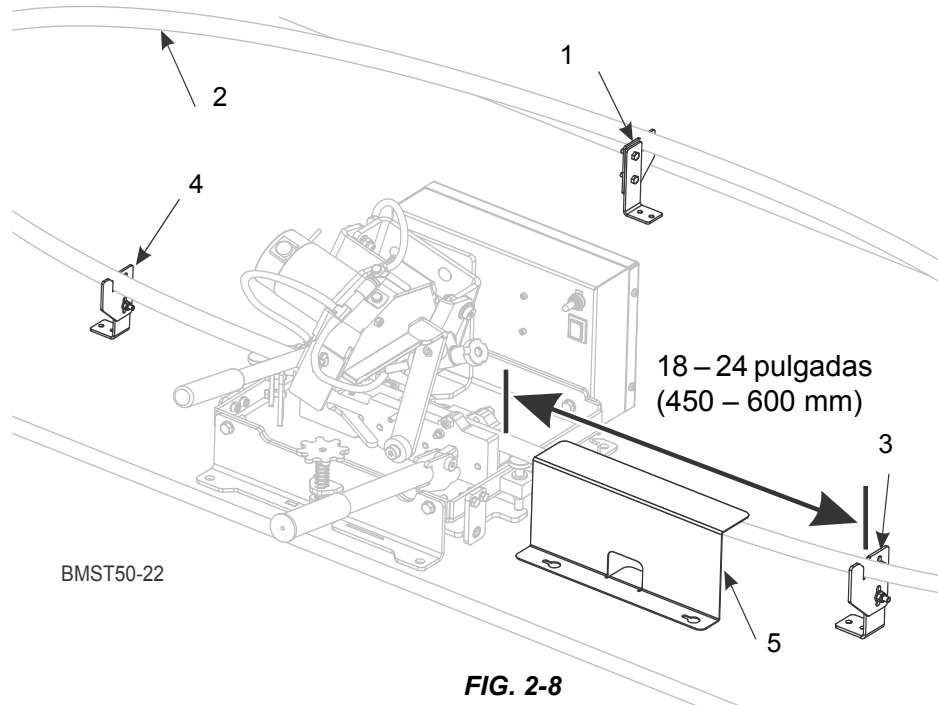
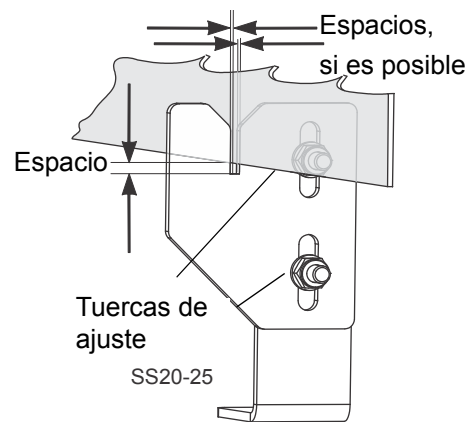

FIG. 2-8
FIG. 2-9 SOPORTES
Coloque el primer guiasierra sobre la mesa en línea con la parte posterior del afilador. Colóquelo junto al borde exterior de la mesa. Oriente la ranura de manera que la sierra se deslice paralelamente al afilador. Vea el paso 1 en fig. 2-8. Fije el guiasierra a la mesa con tornillos.
Instale una sierra el afilador y en el guiasierra posterior de manera que la sierra tome una forma oval. Vea el paso 2 en fig. 2-8. Ajuste la altura del guiasierra posterior de forma que la parte inferior de la sierra quede aproximadamente al mismo nivel que el extremo inferior de la sierra en el afilador.
Coloque un segundo guiasierra en la parte derecha de la unidad base, a aproximadamente 18 – 24 pulgadas (450 – 600 mm) **de la curvatura de la sierra**. Oriente la ranura de manera que la sierra se deslice con la mínima presión hacia los lados. Ajuste la altura de la ranura del guiasierra de forma que la sierra no toque la parte inferior de la sierra ranura. Vea la fig. 2-9 Soportes laterales. Fije el guiasierra a la mesa con tornillos. Vea el paso 3 en fig. 2-8.
Repita el procedimiento en el lado izquierdo. Vea el paso 4 en fig. 2-8.
Instale el protector de la sierra en la mesa, a la derecha de la unidad base. El protector de la sierra ayuda a evitar que el operador toque accidentalmente los dientes de la sierra durante el funcionamiento. Asegúrese de que esté colocado lo suficientemente separado de la sierra como para que no la toque en ningún momento. Vea el paso 5 en fig. 2-8. Fije el guiasierra a la mesa con tornillos.
Con (2) llaves inglesas de 10 mm, ajuste la altura de los dos guiasierros laterales de manera que la sierra no toque la parte inferior de la ranura del guiasierra, dejando un espacio de aproximadamente 3/8 de pulgada (10 mm) bajo la parte inferior de la sierra. Solo el guiasierra posterior debe tener la sierra tocando el extremo inferior. Vea la fig. 2-9 Soportes laterales